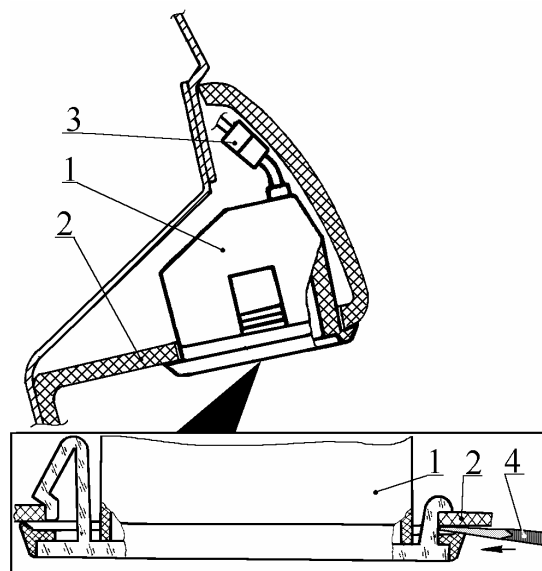

Рис. 41. Фонарь освещения номерного знака:
10.2.1. Снять правый фонарь 1 (рис.41) освещения номерного знака с панели 2 номерного знака, вставив отвертку 4 в паз в центре правого торца рассеивателя и отжав защелку, как показано на рис. 41. Отсоединить колодку 3 жгута проводов (отвертка ГОСТ 17199-88).